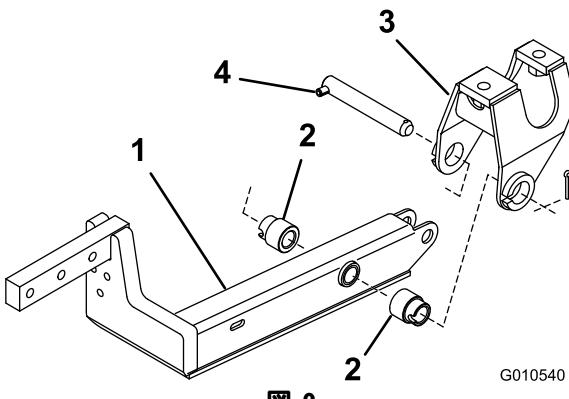

図 2
4. ピボットブラケットに、昇降アームを取り付ける；スペーサ（2個）、ピボットピン（1本）、とコッターピン（ $5/32 \times 1\text{-}3/4$  インチ）を使用する。昇降アームを、曲がった部分が外側を向くようにして取り付ける。（図 2）